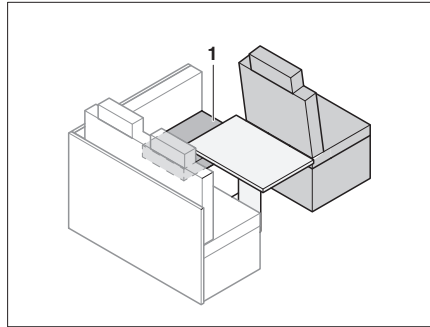

Bild 191 Vor dem Umbau
- Sitzpolster (Bild 191,1) zur Seite legen.